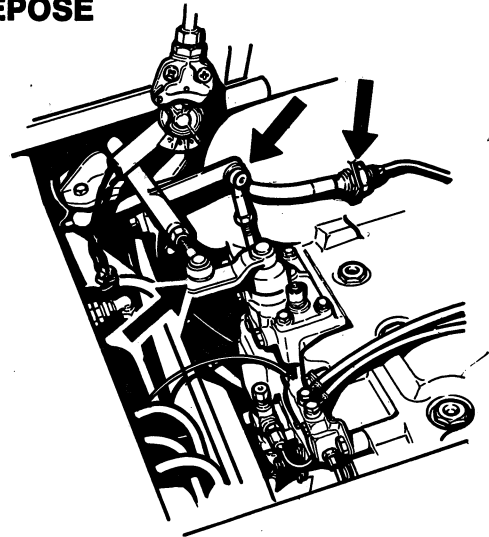

Fig. 5
- Déposer le levier de commande de la boîte de vitesses, et déposer la barre de réaction soit au sommet du levier de commande, soit d'en-dessous de la boîte (fig. 5).